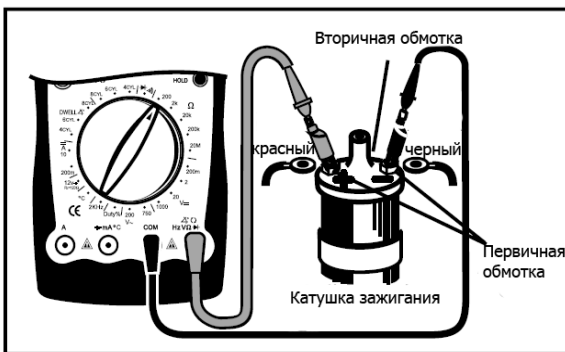

Рис. 15
- (1) Перед выполнением тестирования охладите двигатель и выньте катушку зажигания.
- (2) Установите поворотный переключатель в положение **200Ω**. Подключите красный тестовый щуп в гнездо **Ω**, а черный тестовый щуп в гнездо **COM**. Протестируйте первичную обмотку катушки зажигания.
- (3) Заключите накоротко красный и черный тестовый щуп. На экране отобразится сопротивление не более 0.5Ω. Если значение на экране больше – проверьте целостность тестовых щупов и в случае повреждения замените новыми.
- (4) Подключите красный тестовый щуп к «+» клемме первичной обмотки катушки зажигания, а черный тестовый щуп к «-» клемме первичной обмотки катушки зажигания (см. рис. 15). Обратитесь к автомобильному руководству за детальным описанием местонахождения клемм первичной обмотки катушки зажигания.
- (5) Установите поворотный переключатель в положение **200кΩ**. Протестируйте вторичную обмотку катушки зажигания.
- (6) Подключите красный тестовый щуп к выходному контакту, а черный тестовый щуп к «-» клемме первичной обмотки катушки зажигания (см. рис. 15). Обратитесь к автомобильному руководству за детальным описанием местонахождения клемм вторичной обмотки катушки зажигания.
- (7) Сопротивление вторичной обмотки обычно находится в диапазоне от 6кΩ до 30кΩ. Обратитесь к автомобильному руководству за более подробной информацией.